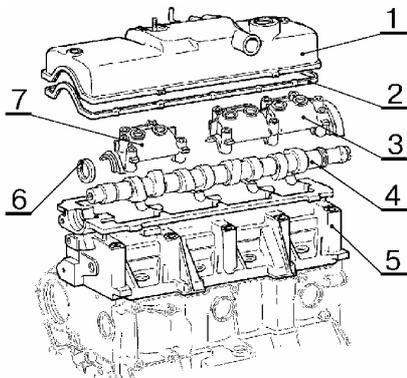
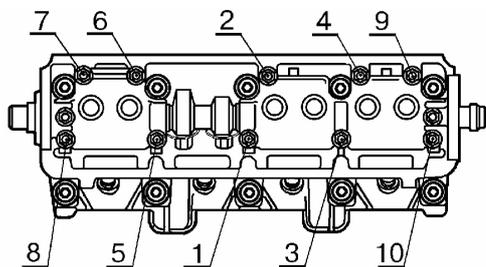

Рис.10. Снятие распределительного вала двигателя ВАЗ-2114:
Рис.13. Порядок затяжки гаек крепления корпусов подшипников распределительного вала двигателя ВАЗ-21114.
5.1.10 Отвернуть две гайки, снять шайбы и крышку 1, рис.10, головки цилиндров с прокладкой 2. Прокладка выбраковывается (ключ 10 мм 67.7812-9521 или головка сменная 10 и вороток коловоротный).
5.1.13 Отвернуть десять гаек и снять корпуса 3 и 7, рис.10, подшипников и распределительный вал 4 с сальником 6 (головка сменная 13 и вороток коловоротный).
5.2.3 Установить на двигатель распределительный вал 4, рис.10, с сальником 6 и нанести на плоскости крайних опор корпуса подшипников распределительного вала, прилегающие
5.2.4 Установить корпуса 3 и 7, рис.10, подшипников распределительного вала и завернуть гайки крепления в последовательности, указанной на рис.13. Момент затяжки гаек – 19...22 Н.м (1,9...2,2 кгс.м) (головка сменная 13, вороток и удлинитель или гайковерт, ключ моментный).